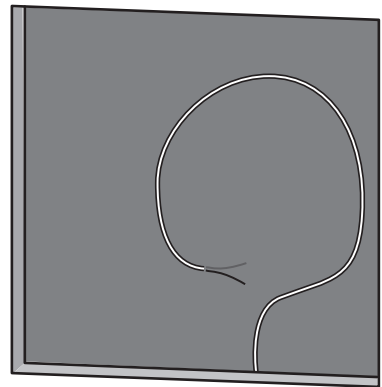

Fig. 13. Speaker Wire
3. 将扬声器导线从放大器连接到该位置, 并留出足够的余量以进行连接 (图 13)。